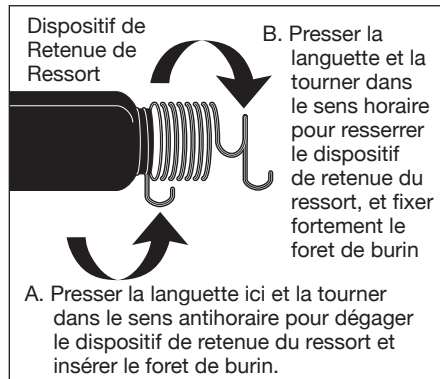

Figure 2 - Dispositif de Retenue de Ressort
Le dispositif de retenue à ressort tient le marteau. Le dispositif de retenue doit être **bien** fixé (Voir Figure 2). Le dispositif de retenue est une pièce d'usure normale et doit être remplacé si usé. Remplacer avec le MP2896, jeu de ressort de marteau (2) pièces. Dévisser le dispositif de retenue pour la fixation de marteau facile.